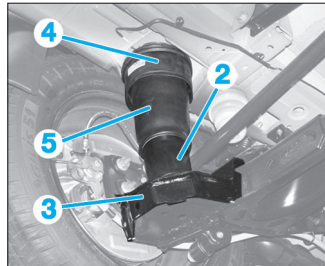

Fig. 27
- Soulever le piston d'enroulement (2) (Fig.27).